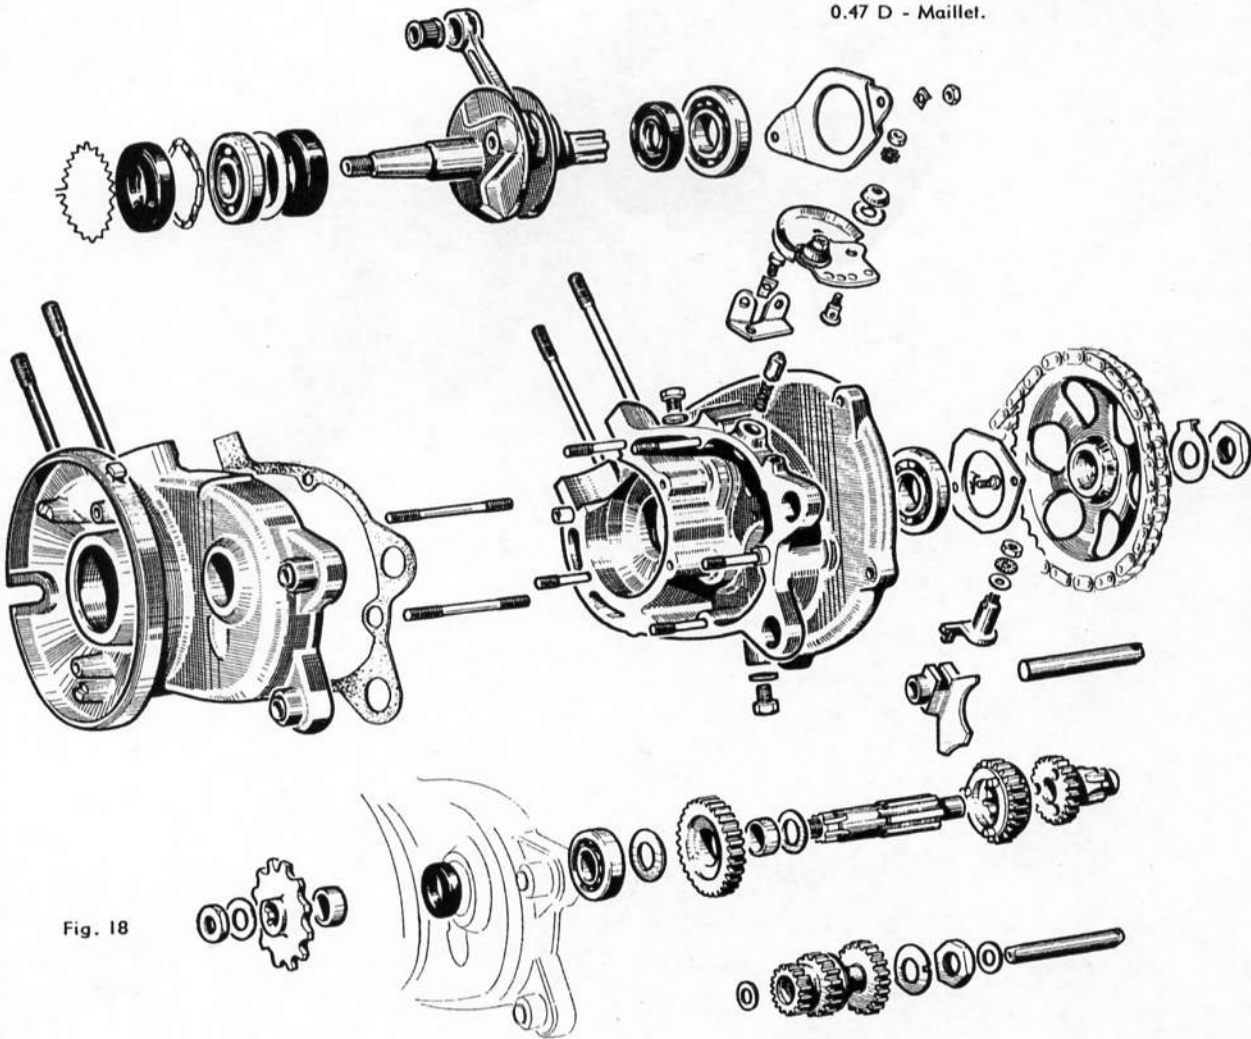

Fig. 18
Sur carter droit (fig. 18) :
- Retirer le pignon baladeur (fig. 18).
- A l'aide d'un maillet, chasser l'arbre de boîte (fig. 18).